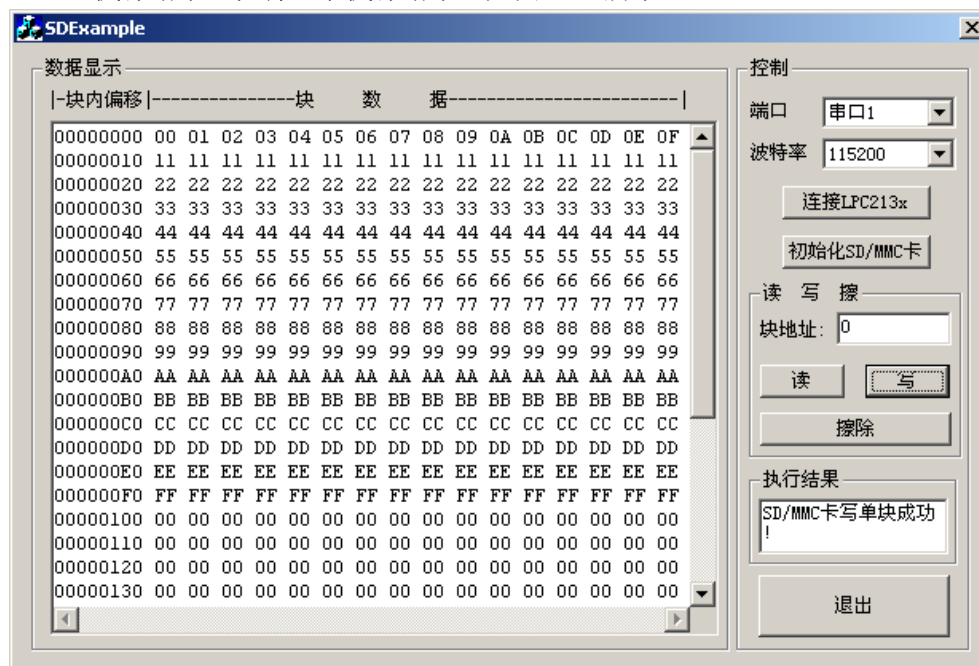

图 1.16 写 SD/MMC 卡
22. 如果想要写某块, 则需要用鼠标点击在“数据显示”框中的“块数据”区, 然后用键盘键入要写入的数据, 然后按“写”按键, 软件将该块写入到 SD/MMC 卡中, “执行结果”框将显示执行结果。如图 1.16 所示。
如果想要擦 SD/MMC 卡, 那么请按“擦除”按键, 将弹出如图 1.17 所示的擦除对话框, 填写好起始块地址和要擦除的块数, 然后按“擦除”。擦除操作执行结果将在图 1.16 所示的“执行结果”中显示出来。擦除限制 5000 块的目的是防止擦除时间太长导致串行通信超时, 并非说 SD/MMC 卡一次擦除操作只能擦 5000 块。